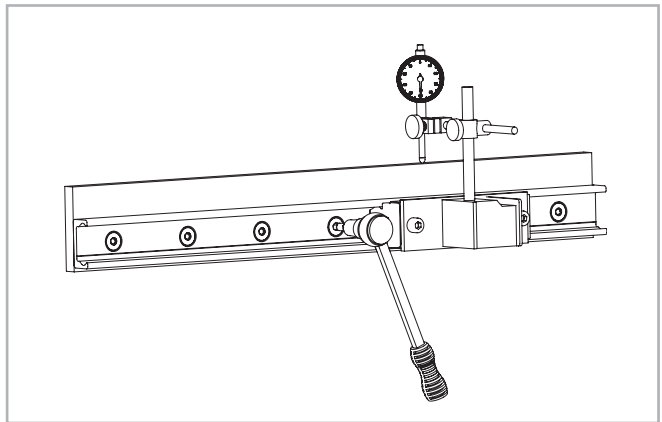

Fig. 105
(2) Instalar un reloj comparador para poder medir el desplazamiento de la guía respecto a la línea de referencia. Posicionar el cursor en el centro de la guía y poner a cero el reloj comparador. Mover el cursor hacia adelante y hacia atrás entre cada uno de los dos agujeros y alinear cuidadosamente la guía. Ahora apretar los tres tornillos en el centro de esta área con el par de aprieto específico, véase Fig. 105.
(3) Ahora posicionar el cursor en uno de los extremos de la guía y alinear cuidadosamente la guía en el cero del reloj comparador.